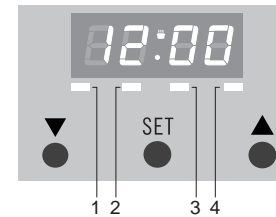

fig. 3
Nadat het apparaat is aangesloten, of als de stroomtoevoer onderbroken is geweest, verschijnt '12.00' in het display. LED 4 knippert (zie fig. 3). De dagtijd is in te stellen.
- Druk op 'SET' totdat LED 1 knippert (zie fig. 3).
De ingestelde tijd blijft in het display staan. LED 1 brandt continu (zie fig. 3).
- Druk op 'SET' totdat LED 2 knippert (zie fig. 3).
- Druk op 'SET' totdat LED 3 knippert (zie fig. 3).
LED's 2 en 3 branden continu (zie fig. 3). De dagtijd wordt weergegeven. De oven geeft een signaal als de ingestelde tijd bereikt is en schakelt automatisch uit.